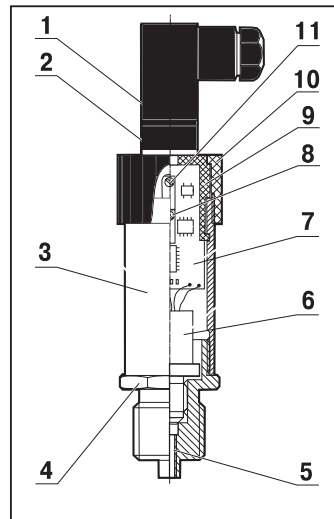

Рис. 1
3.1. Конструкция преобразователя представлена на рис. 1. Преобразователь выполнен в цилиндрическом корпусе 3, в нижней части которого расположен штуцер 4, предназначенный для присоединения к линии измеряемого давления, с резьбой, выполненной в соответствии с Приложением А, и выступом под ключ «27». В верхней части корпуса расположена «обойма» 9, которая крепится в корпусе с помощью специальных защелок, позволяющих ей вращаться вокруг своей оси (относительно корпуса 3). Для фиксации положения обоймы относительно корпуса служит крышка 10, которая навинчивается на наружную резьбу верхней части корпуса 3. На обойме установлена приборная часть 2 электрического соединителя типа DIN 43650С. В кабельной части 1 соединителя производится подсоединение проводов внешних электрических цепей с помощью винтовых зажимов (клемм) без применения пайки.
6.7. Подключение проводов линии связи к кабельной части соединителя (поз. 1 на рис. 1) преобразователя производится в следующей последовательности: